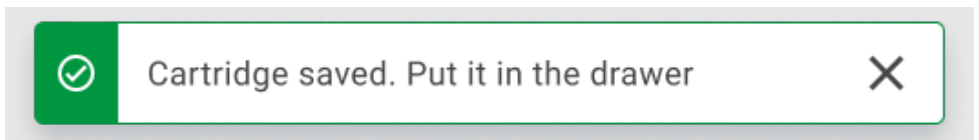

Figure 59. Écran de cartouche enregistrée.
10. Après un scan réussi, la boîte de dialogue suivante s'affiche brièvement en haut de l'écran (Figure 59).